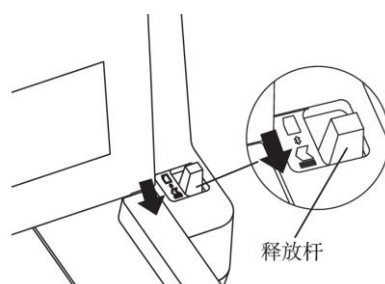

图 1
1) 检查释放杆的位置，如图1所示将释放杆调节到前侧，并确认在链式纸图标的位置。